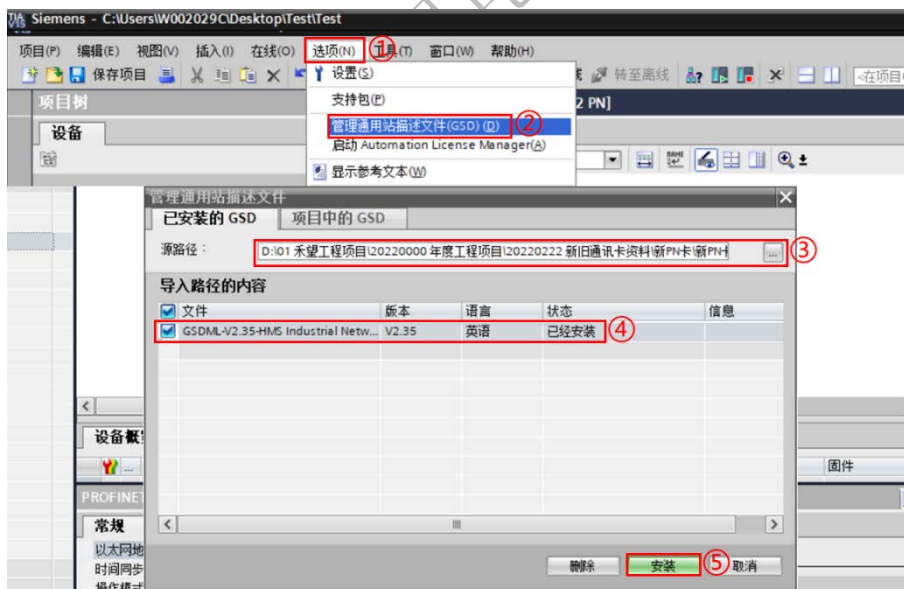

图 3.4 GSD 文件安装
- 1) 在项目菜单栏中，点击【选项】，在下拉框中点击【管理通用站描述文件 (GSD)】，在【管理通用站描述文件】对话框中，找到 GSD 文件根目录，选择需要安装的文件，点击【安装】，安装完后，关闭对话框，如图 3.4 所示。